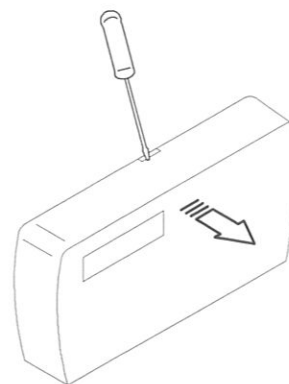

fig. 3.3
- 1 Introdurre un piccolo cacciavite a lama nella fessura indicata in fig. 3.3, far leva in modo da sganciare il telecomando dalla sua base.